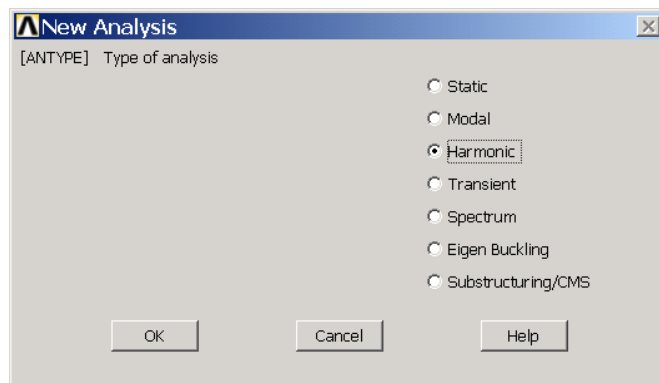

图10.47 选择谐响应分析
(2) 单击 Main Menu>Solution>Analysis Type>New Analysis 菜单，弹出如图 10.47 所示的对话框。选择【Harmonic】单选按钮，单击【OK】按钮。